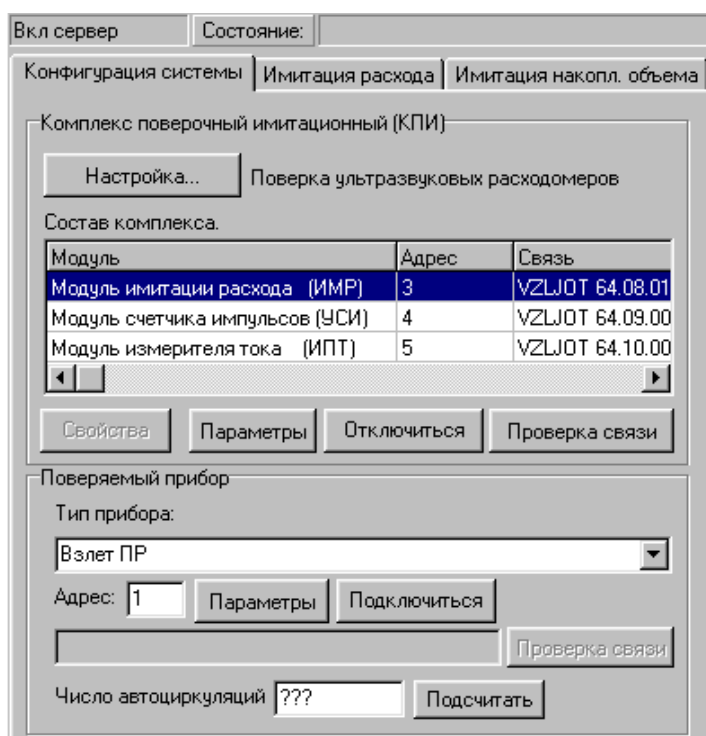

Рис. 5. Вид основного окна после проверки связи модулей.
- 2.4.1.4. Включение сервера связи производится активизацией кнопки **Подключиться**, расположенной под таблицей **Состав комплекса**. О включении сервера свидетельствует надпись **Вкл сервер**, индицируемая в строке над заголовком вкладки **Конфигурация системы** (рис.5).
После включения сервера необходимо проверить наличие связи между модулями и сервером. Для этого активируют кнопку **Проверка связи**, расположенную под таблицей **Состав комплекса**. Результаты контроля отображаются в графе **Связь** таблицы **Состав комплекса** в строке соответствующего наименования модуля в виде идентификационного номера версии внутреннего ПО (рис.5).